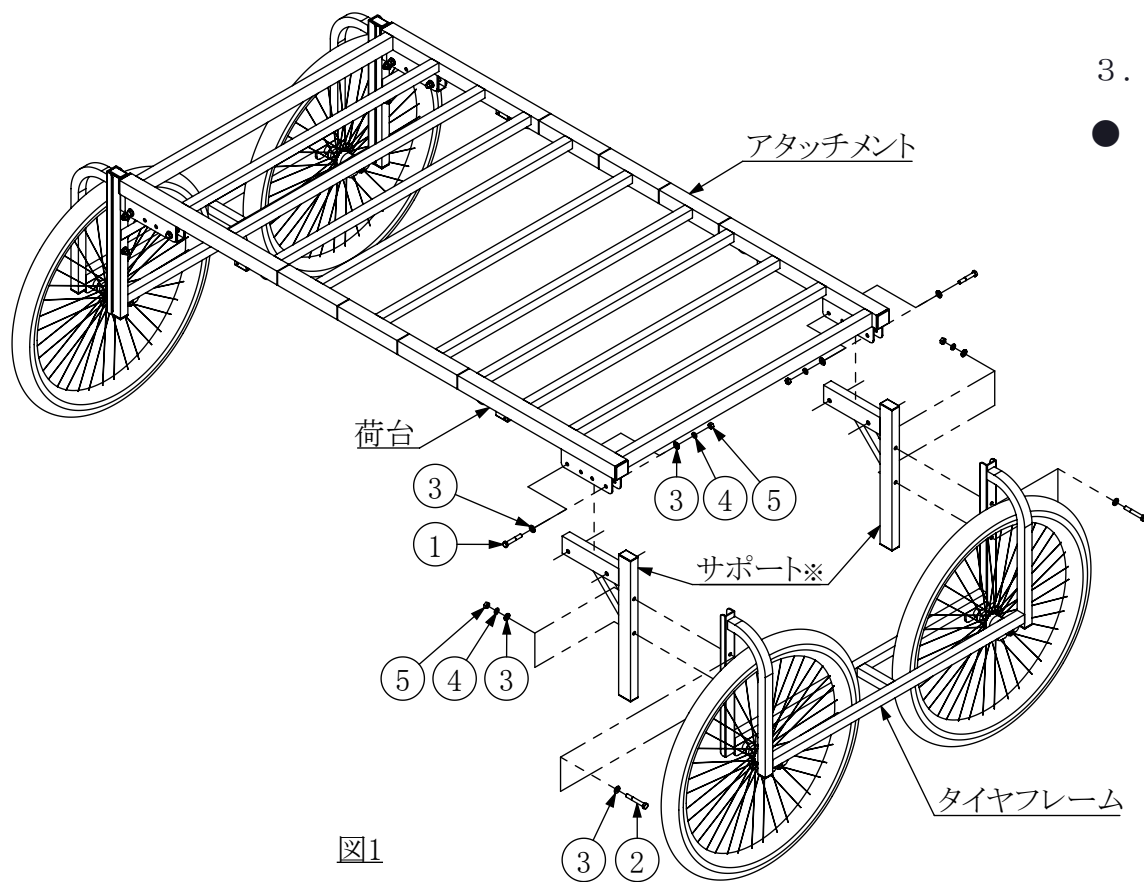
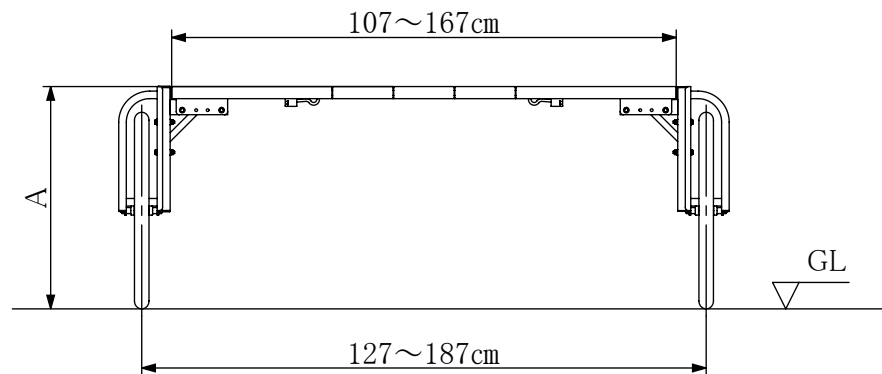

図1
図2
- ・図1(図はRA-200を表しています)を参考に組立済み楽太郎のサポートを中床用サポートに交換してください。
2. 中床用サポート※に前項で取り外したタイヤフレームをボルト類②③④⑤を使い取り付けます。(取付の際、補強金具は不要です。)
3. 楽太郎荷台に、中床用サポート※をボルト類①③④⑤で取付て完成です。
- 図2は低床部品取付済み楽太郎の寸法図です。“A”荷台高さはRA-100(N)で約66cm、RA-200(N)で約74cmです。